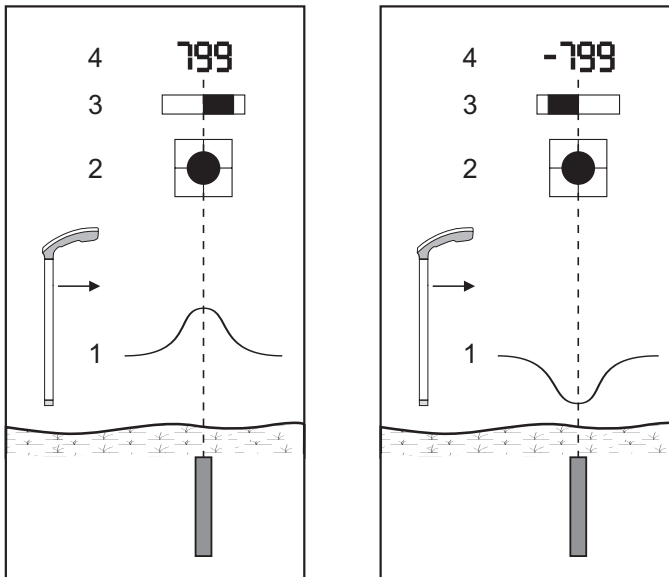

Fig. 6: Objet en position verticale (vue en coupe) – résultats de localisation possibles
- objets en position verticale (Fig. 6)